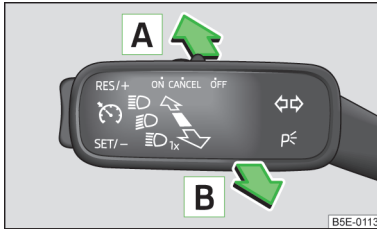

Fig. 31
- Aduceți maneta în poziția **A** (poziție amortizată) » fig. 31.
- Dacă tocmai **s-a aprins** în mod automat faza lungă, aduceți maneta în poziția **B** (poziție amortizată) » fig. 31.